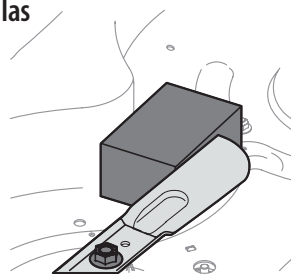

Figura 26
- Coloque un bloque de madera entre el deflector del alojamiento de la plataforma y la cuchilla de corte para que actúe como estabilizador. Consulte la Figura 26.